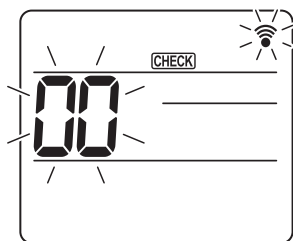
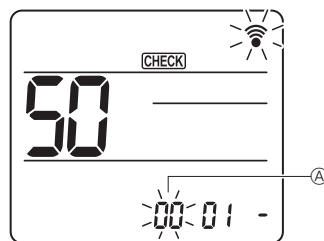
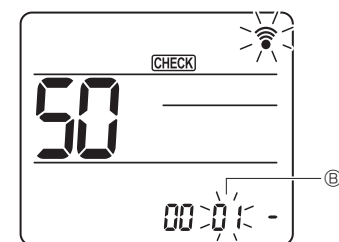
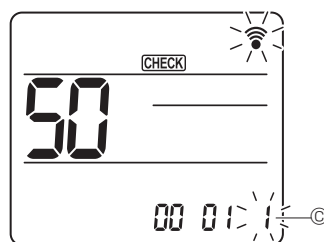

Fig. 7-16
Fig. 7-17
Fig. 7-18
Fig. 7-19
#### 7.4.2. Mediante el mando a distancia inalámbrico (Fig. 7-16, Fig. 7-17, Fig. 7-18, Fig. 7-19)
(Inicie esta operación con la pantalla de estado del mando a distancia apagada). [CHECK] (COMPROBAR) se ilumina y "00" parpadea. (Fig. 7-16)
- ② Configuración del número de unidad
Pulse el botón [50] para seleccionar el número de unidad ②. (Fig. 7-17)
- ③ Seleccione un modo
Pulse el botón [50] para seleccionar el número de modo ③. (Fig. 7-18)
- ④ Seleccionar el número de ajuste
Utilice el botón [50] para cambiar el número de ajuste ④. (Fig. 7-19)